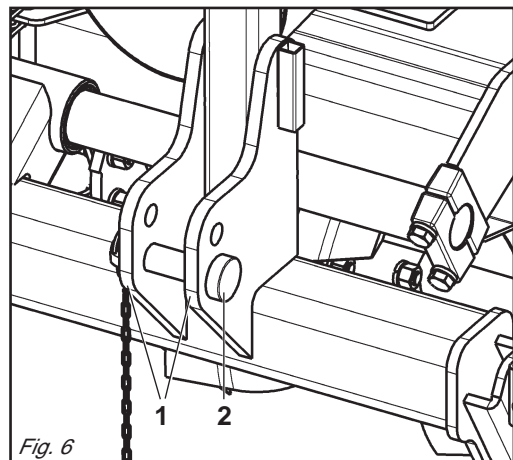

Fig. 6
Poiché le barre del sollevatore di ciascun trattore hanno una loro lunghezza ed un foro con un ben determinato diametro, è necessario per ogni modello determinare la posizione più favorevole della macchina da applicare, inserendo i perni (2 Fig. 6) nei fori delle piastre a seconda del giusto diametro.
- 1 - Accostare le barre del sollevatore ponendole all'interno delle piastre (1 Fig. 6), inserire il perno (2 Fig. 6) nel foro predisposto e bloccare con le copiglie a scatto.
*All machines can be hitched to any tractor equipped with a universal three-point coupling. Since the lifting bars of the lift on each tractor are of a certain length and possess a hole with a certain diameter, it will be necessary to establish the most favourable position for the machine according to the model in question. This is done by inserting the pins (2 Fig. 6) suitable plate holes.*
- 1 - *Near the lift bars, setting them in plates (1 Fig. 6). Insert the pin (2 Fig. 6) into the relative hole and lock in place with the snap-in split pins.*
Alle Maschinen lassen sich an jedem Schlepper montieren, der mit einer universellen Dreipunkt-Kupplung versehen ist. Da die Lenker jedes Schleppers eine andere Länge und ein Loch mit einem bestimmten Durchmesser haben, ist es für jedes Modell erforderlich, die günstigste Anbauposition der Maschine festzulegen, indem man die Bolzen (2 Abb. 6) in die Löcher der Platten steckt, die je nach Bedarf und dem richtigen Durchmesser in Frage kommen. Der Hersteller haftet nicht für Schaden am Schlepper.
- 1 - Die Lenker des Krafthebers annähern und in die am besten geeigneten Platten schieben (1 Abb. 6). Den Bolzen (2 Abb. 6) in das Loch stecken und mit dem einrastenden Splint blockieren.
*Les barres du relevage de chaque tracteur ont une longueur et un trou d'un diamètre donné; pour chaque modèle, il faudra donc déterminer la position plus favorable de la machine à monter, en mettant les axes (2 Fig. 6) dans les trous des suivant du diamètre convenable.*
- 1 - *Approchez les barres du relevage en les plaçant à l'intérieur des plaques les (1 Fig. 6), introduisez l'axe (2 Fig. 6) dans le trou correspondant et bloquez par les goupilles à encastrement.*
Considerando que las barras del elevador de cada uno de los tractores tienen una longitud y un orificio con un preciso diámetro, es necesario para cada modelo determinar la posición más favorable de la máquina a aplicar, introduciendo los pernos (2 Fig. 6) en los orificios a su diámetro.
- 1 - Acercar las barras del elevador poniéndolas dentro de las placas (1 Fig. 6), introducir el perno (2 Fig. 6) en el orificio y bloquear con los pasadores de resorte.